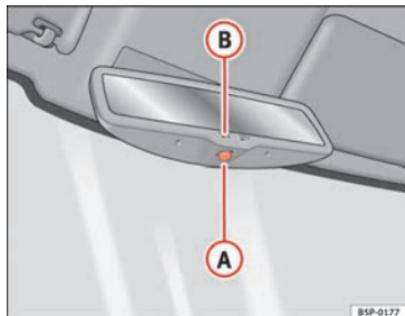

Fig. 88 Rétroviseur intérieur avec réglage automatique de position anti-éblouissement.
- Appuyez sur la touche (A) ⇒ fig. 88. Le témoin (B) s'éteint.
- Appuyez sur la touche (A) ⇒ fig. 88. Le témoin s'allume.